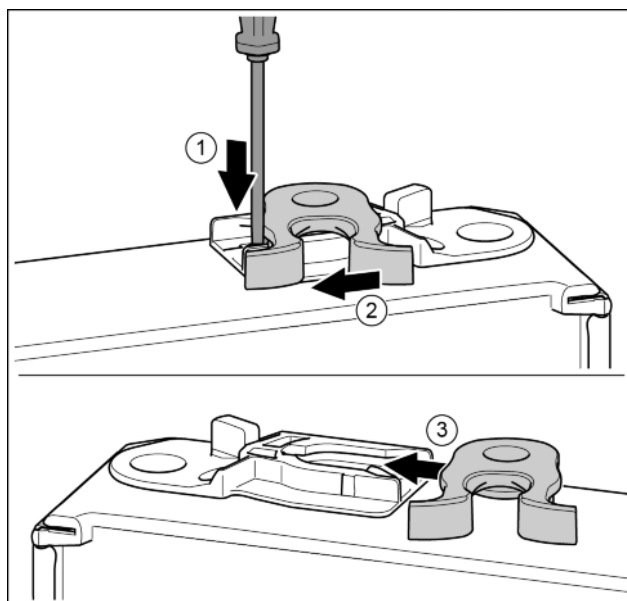

Fig. 17
- Нажать накладку шлицевой отверткой вниз. Fig. 17 (1)
- Запорный крючок вывести из направляющей. Fig. 17 (2)
- Запорный крючок вставить в направляющую с другой стороны. Fig. 17 (3)